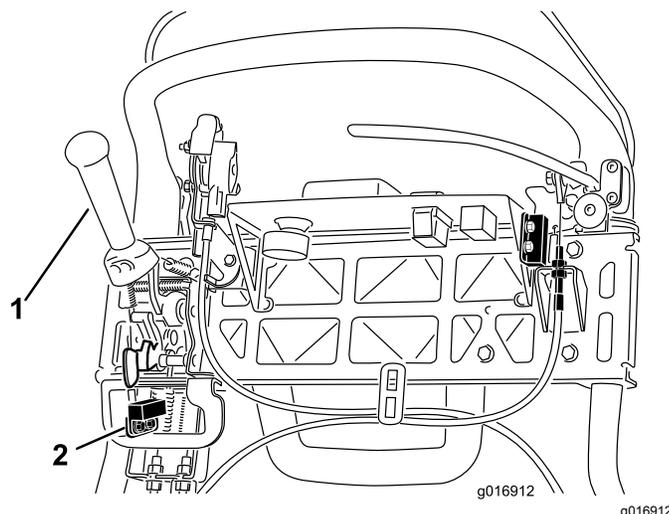

Figura 42
4. Desaperte as juntas de montagem do interruptor de segurança (Figura 42).
5. Coloque uma cunha de 1,6 mm entre a alavanca de tração e o interruptor de segurança (Figura 42).